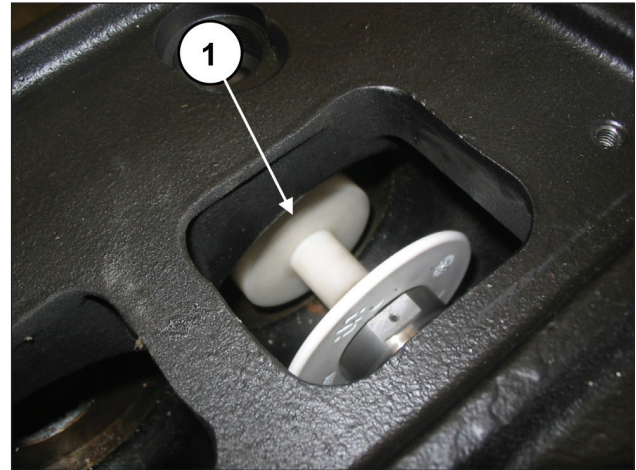

Fig. 158
Tourner manuellement l'arbre de sorte que les 3 pistons se trouvent progressivement en position de point mort supérieur puis insérer le tampon réf. 27516600 entre le guide de piston et le piston (rep. ①, Fig. 158).